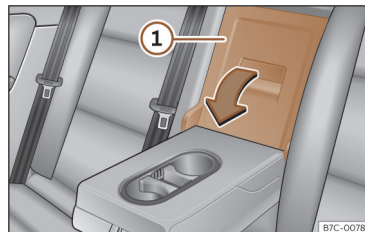

Fig. 169 Dans le dossier de la banquette arrière : ouverture de la trappe de chargement.
- Tirer sur le levier de déverrouillage dans le sens de la flèche et rabattez complètement le couvercle de la trappe de chargement >>> **fig. 169** ① vers l'avant.